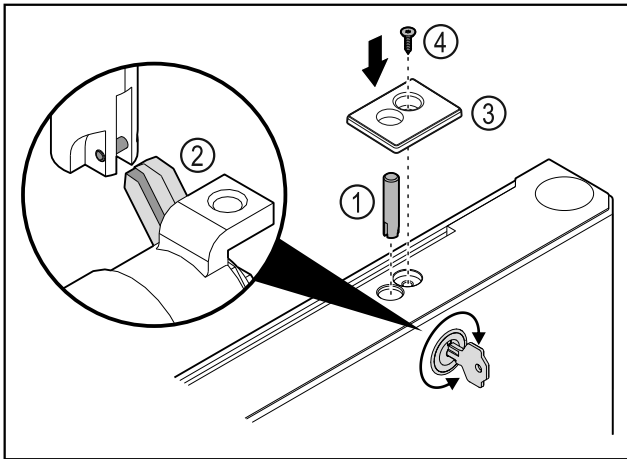

Fig. 47
- Aseta lukkopultti Fig. 47 (1) paikalleen.
- Kierrä lukkoa hiukan, jotta lukkopultti Fig. 47 (2) lukittuu lukon rakoon.
- Aseta suojus Fig. 47 (3) paikalleen.
- Aseta ruuvi Fig. 47 (4) paikalleen.